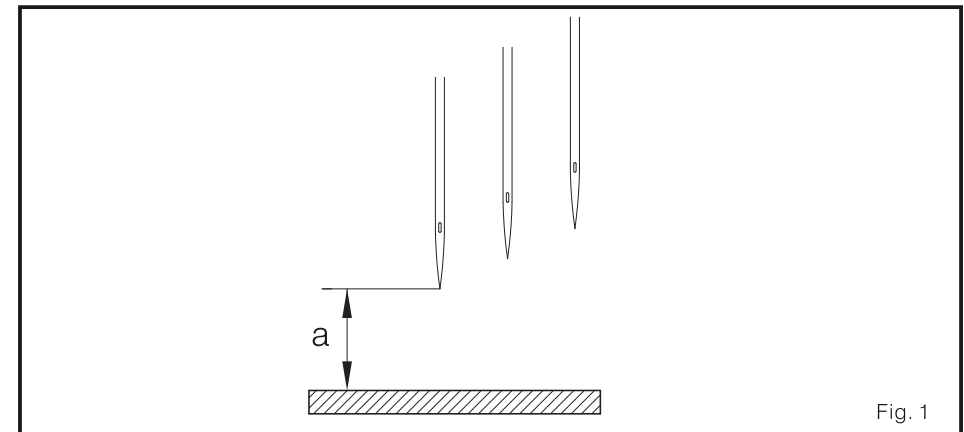

Fig. 1
1. Quando a agulha de barra move para apontar mais alto, o espaço standard (a) entre a agulha esquerda e a lâmina agulha é como é mostrado no quadro 1. (Fig. 1)